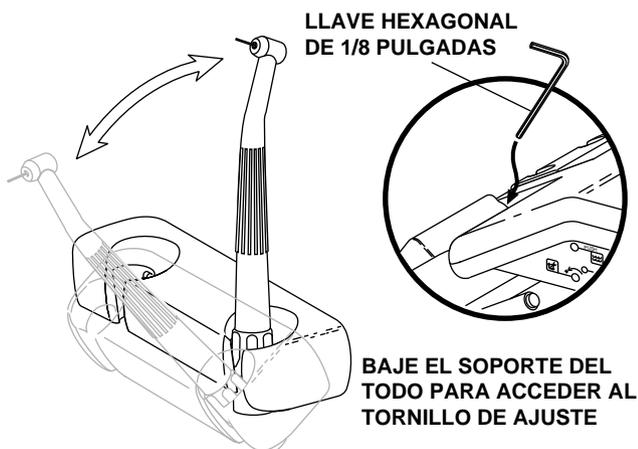

Figura 11. Soporte unificado de las piezas de mano
- Afloje o apriete el tornillo de ajuste de tensión tal y como se muestra en la figura 11.